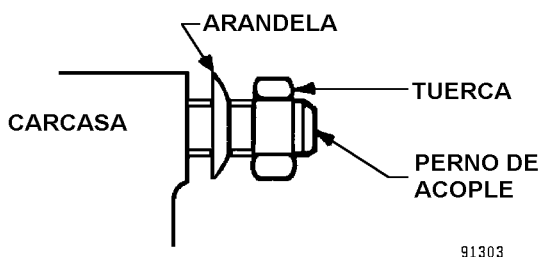

FIGURA 8-3. INSTALACIÓN DEL PERNO DE ACOPLE PRINCIPAL
4. Instale los cuatro pernos de acople principales con la arandela cóncava entre la tuerca y la carcasa. Consulte la Figura 8-3.